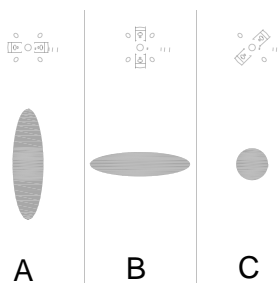

FIGURA 9.5
- Regule la imagen de pulverización de su AIR PLUS SPRAY SCHULZ (ver Figura 9.5)